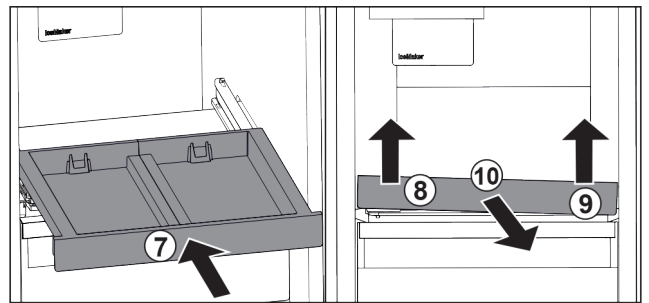

Fig. 53
- ▶ Uitschuifplateau erin schuiven. Fig. 53 (7)
- ▶ Uitschuifplateau linksvoor optillen. Fig. 53 (8)
- ▶ Uitschuifplateau rechtsvoor optillen. Fig. 53 (9)
- ▶ Uitschuifplateau er naar voren uitnemen. Fig. 53 (10)